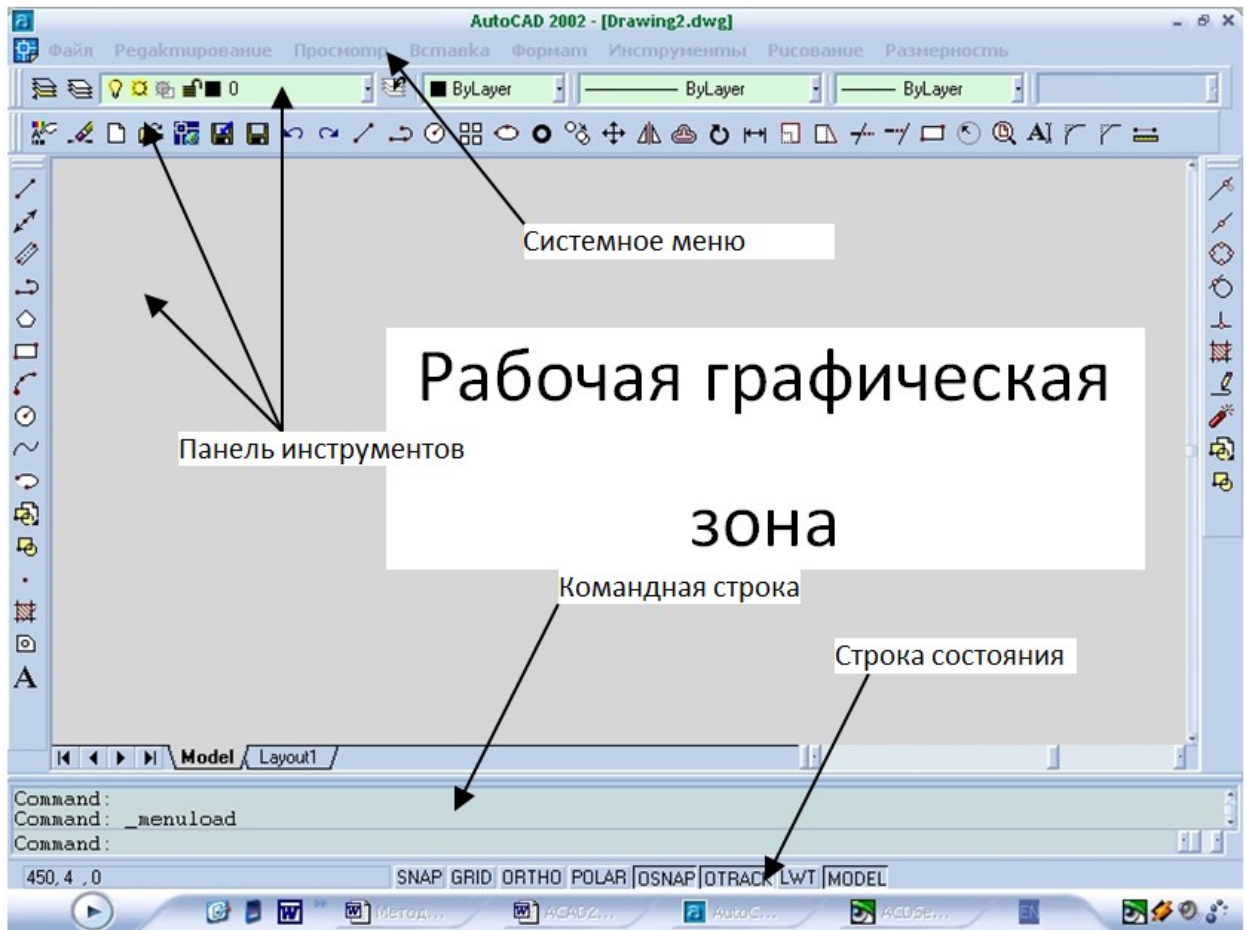

Рисунок 1. Рабочий экран AutoCAD .
Отже, після того, як ви завантажили систему, у вас на екрані з'явиться графічне вікно AutoCAD (рис.1). На екрані можна виділити чотири функціональні зони:
*Панель інструментів* (Рис. 1) — це елемент інтерфейсу AutoCAD, набір значків (піктограм) групи подібних команд, оформлених у вигляді кнопок, що є. Щоб значок був зрозуміліший, при затримці на нім покажчика миші з'являється спливаюче вікно, що містить ім'я відповідної команди AutoCAD. Одночасно утримуване рядки стану (нижній рядок екрану) замінюється коротким описом призначення команди, у кінці якого показано ім'я цієї ж команди для введення з клавіатури.